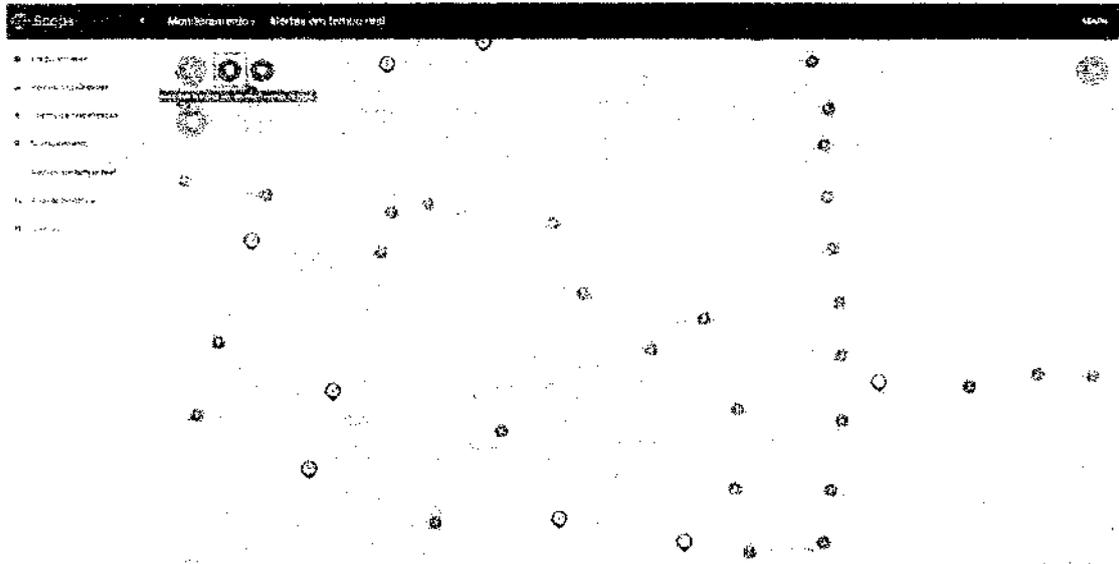

Figura 22 – Apresentar ou remover pontos de fiscalização sem vídeo monitoramento
4. Apresentar ou remover pontos de fiscalização sem vídeo monitoramento do mapa (*Figura 22*).